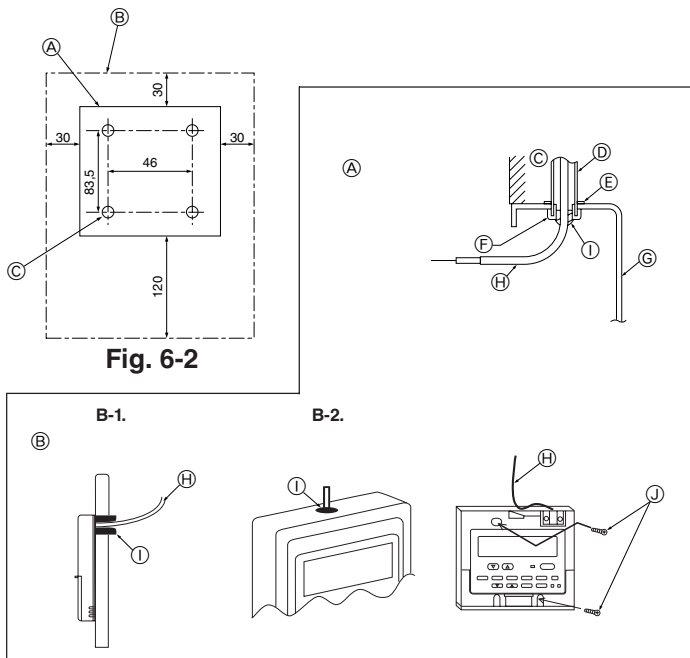

Fig. 6-3
(2) Смажьте сервисный вход в пульт дистанционного управления замазкой для предотвращения попадания капель росы, воды, а также тараканов или червей. (Fig. 6-3)